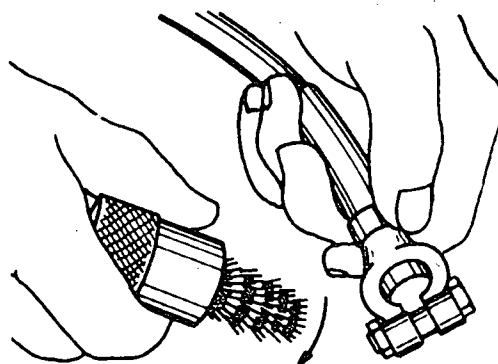

Fig. 3
- b Lave os conectores com água e bicarbonato de sódio, escove-os (fig. 3) e lime-os, se for necessário.